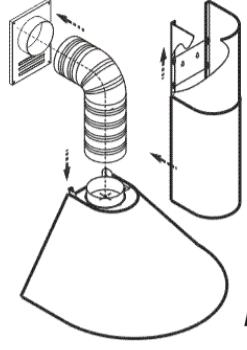

рис. 7
6.4 В зависимости от режима эксплуатации вытяжки соедините вентилятор с вентиляционной решеткой полукруглым гофрированным воздуховодом (рис. 7) или установите на вентилятор угольные фильтры \*.